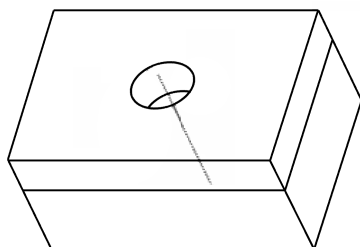

图9-47 完成第2个零件的装配
(9) 在图形区单击鼠标中键，完成第2个零件的装配，如图9-47所示。